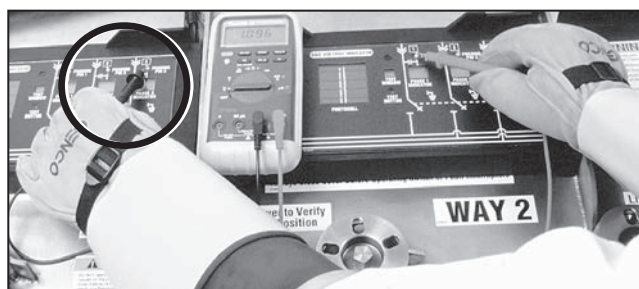

Figura 52. Medição da tensão fase/fase—Fase 3 para Fase 1
- (d) Mantenha a ponta de prova no Pino de Faseamento 1 da segunda via e mova a outra ponta de prova para o Pino de Faseamento 3 da primeira via. Meça a tensão fase/fase. Ver Figura 52. Aqui novamente, na comparação de fases diferentes das duas vias, a tensão deve ser 1,7 a 2 vezes a tensão fase/terra medida no Passo 3 na página 27.